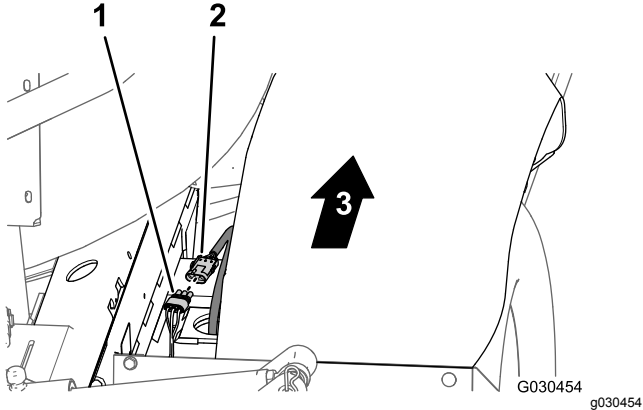

Bild 36
1. Trennen Sie hinten an der Maschine (zwischen dem rechten Rahmenrohr und dem rechten Kotflügel) den 3-Stift-Stecker des Geschwindigkeitssensorkabelbaums am rechten hydraulischen Antriebsmotor vom 3-Buchsen-Stecker des hinteren Hauptkabelbaums ab (Bild 36).